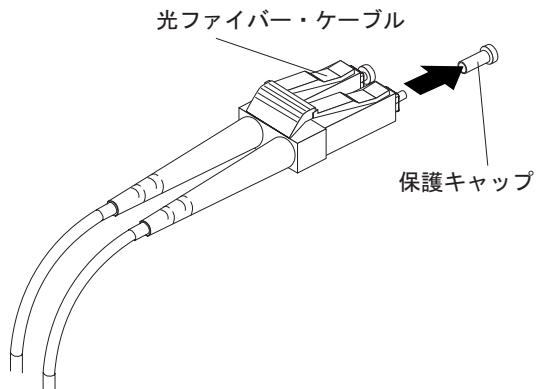

図31. 光ファイバー・ケーブルの保護キャップの取り外し
3. 62 ページの図 31 に示すように、LC-LC ケーブルの一方の端から保護キャップ 2 個を取り外します。将来の利用のために、保護キャップを保管しておきます。